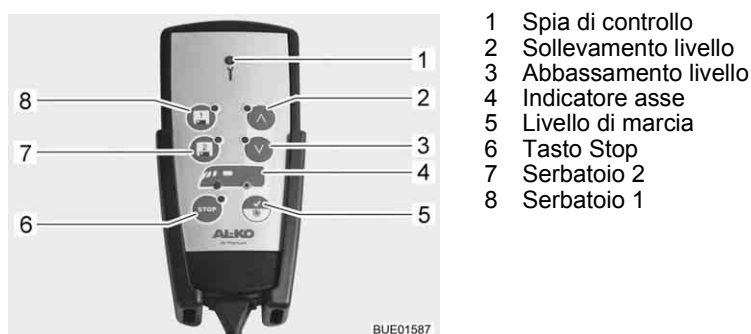

Fig. 13 Telecomando (sospensione pneumatica)
- Avviare l'accensione. La spia di controllo (Fig. 13,1) si accende brevemente. Se il LED per l'asse posteriore (Fig. 13,4) si accende, il veicolo ha raggiunto il livello di marcia.